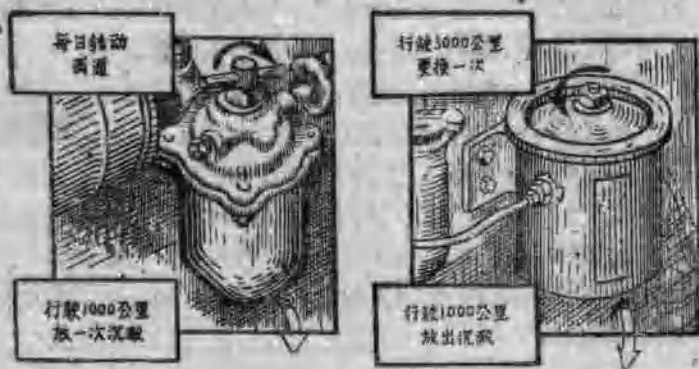

图5 滑油粗滤器
3. 滤清器的保养方法。有滑油粗滤清器的发动机, 每天必须在发动机已热后转动粗滤器手柄1~2转, 如图5所示。发动机每运转40~60小时, 必须掉下粗滤器及细滤器放油螺丝, 放出沉淀池内污物。每运转120~140小时后, 必须清洗滤清器。先卸下上盖, 取出滤清片, 擦去杂质后, 放到汽油里洗刷净, 并冲洗外部后, 再重新装起来。